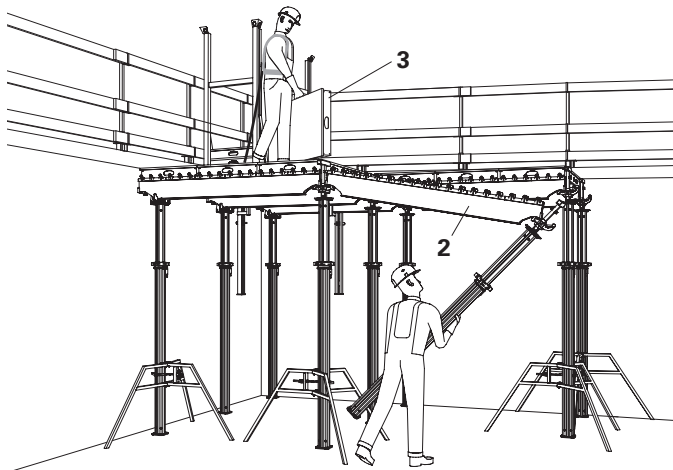
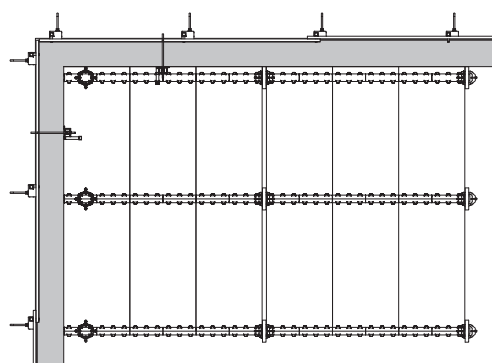

Fig. 21
Fig. 22
1. Accrocher la poutrelle primaire SLT 225 (2) dans la tête de décintrement.
2. Accrocher l'étais avec tête de décintrement dans la poutrelle primaire soulevée. (Fig. 21)
4. Mettre en place les panneaux (3).
- La travée standard est terminée. (Fig. 22)